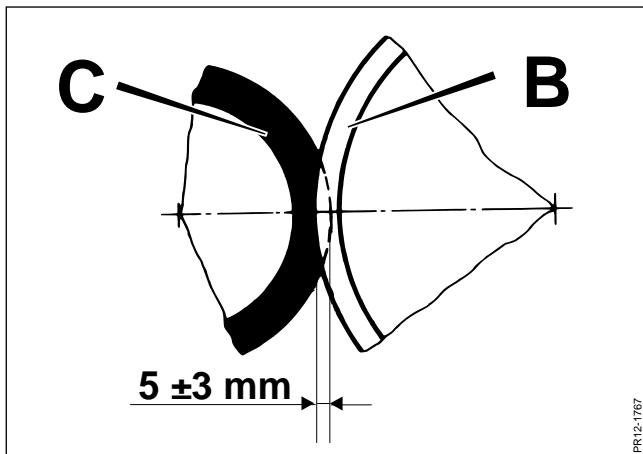

Fig. 4-21
**Fig. 4-21** Overlappet mellem stålfrictionsskiven og gummiskiven er ved reversering  $5 \pm 3$  mm. Der skal ikke justeres for slid, da cylinderen altid trykker med det konstante tryk der bestemmes af overtryksventilen.
Neutralstillingen ligger mellem reversfunktionen, hvor gummiskiven og friktionsskiven er i indgreb (fig. 4-21), og almindelig arbejdsstilling, hvor remtrækket er tilspændt af fjederen og driver indføringen (fig. 4-22).